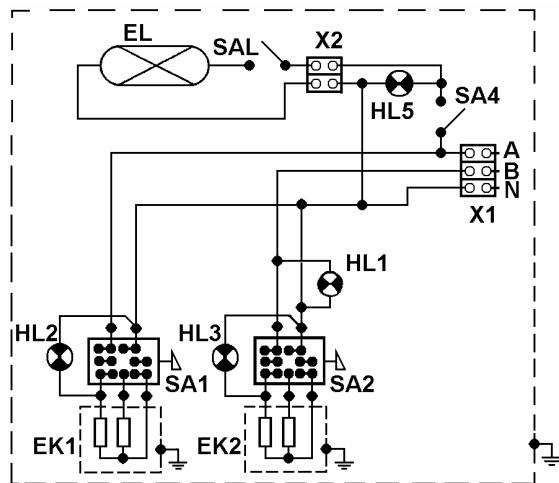

Рис. 4
8.4 Схема электрическая принципиальная приведена на рис. 4.
➤ подключить провода электросети к зажимам клеммного блока (X1, см. рис. 4), в соответствии с маркировкой (А, В, – фазные провода, N – нейтральный провод). В случае подключения мармита к сети однофазного переменного тока, напряжением 220В, фазный провод следует подключить к одному из зажимов с маркировкой А или В, объединив эти зажимы перемычкой;